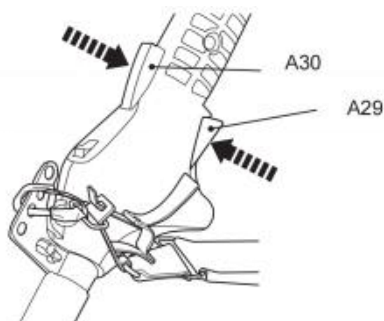

Fig. 39
10. Appuyez sur le verrouillage de l'accélérateur (A30) et la gâchette de l'accélérateur (A29) pour faire fonctionner le produit (Fig. 39).